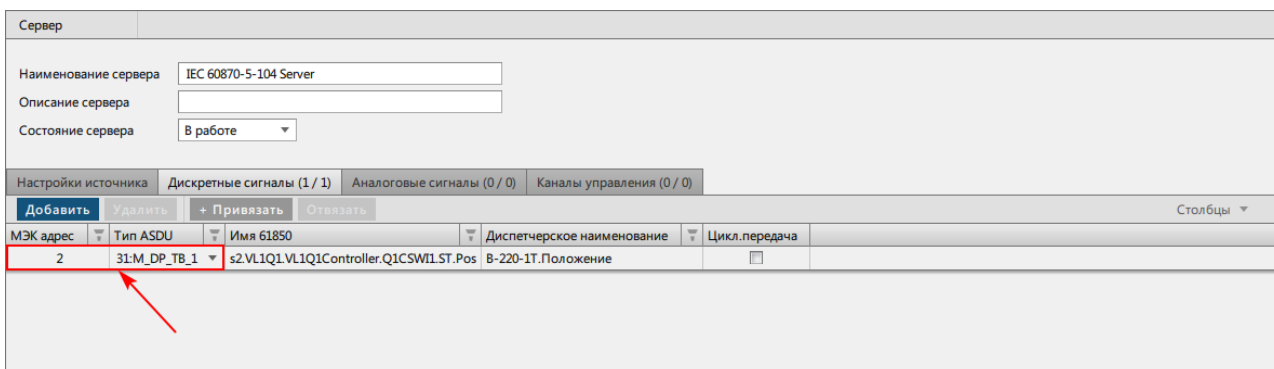

Рисунок 192 - Область для изменений значений
- Отредактируйте значения **МЭК адрес** и **Тип ASDU** в соответствии с данными на устройстве нижнего уровня (Рисунок 192).